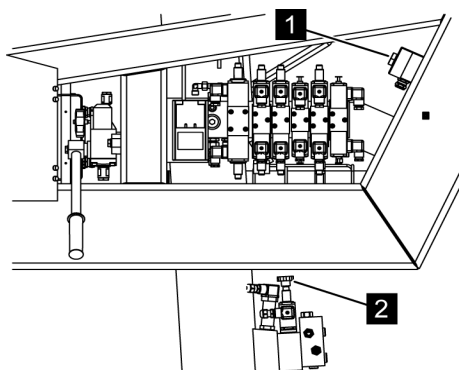
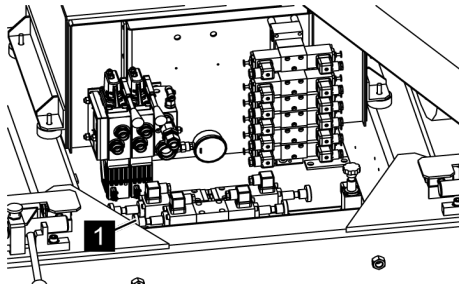

Fig. 129: Vanne proportionnelle
Fig. 130: Vanne à deux voies
4. ➤ Pour pouvoir utiliser la fonction [Descendre le bras télescopique], verrouiller la vanne proportionnelle (Voir la Fig. 129/2).
5. ➤ Maintenir appuyé le bouton (Voir la Fig. 129/1) pour le mode d'entretien pendant la commande.
6. → Pour le fonctionnement de la plateforme, appuyer sur la vanne à deux voies (Voir la Fig. 130/1), et la verrouiller en la tournant légèrement dans le sens des aiguilles d'une montre.
Après le mode d'entretien, déverrouiller la vanne à deux voies (Voir la Fig. 130/1) et la vanne proportionnelle (Voir la Fig. 129/1).
- S'assurer que pour le mode normal, la vanne à deux voies (Voir la Fig. 130/1) et la vanne proportionnelle (Voir la Fig. 129/1) sont entièrement déverrouillées.